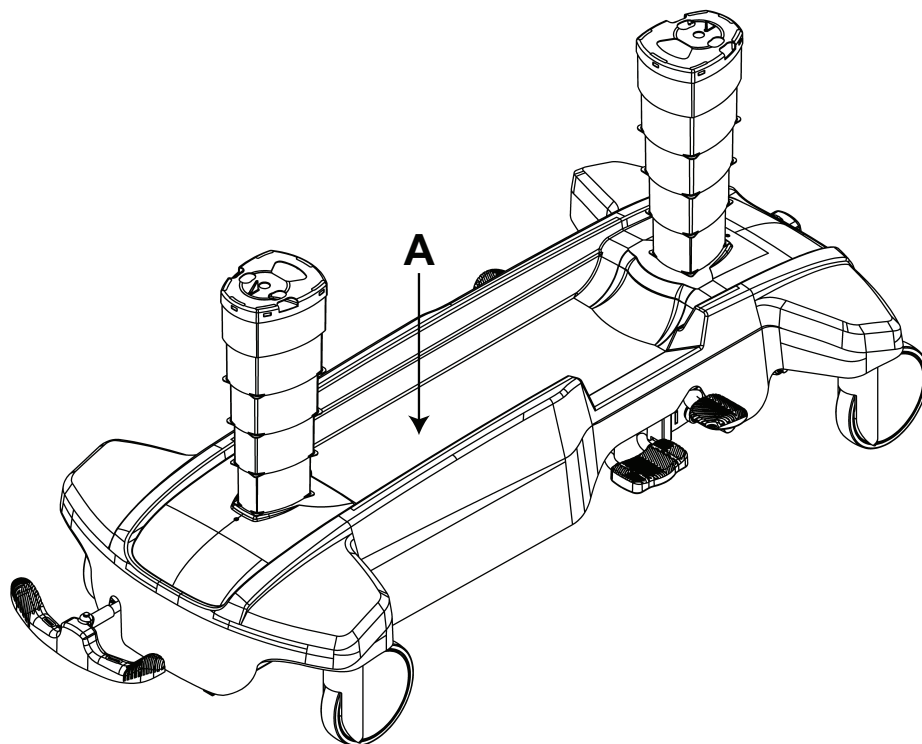

Figura 11 – Almacenamiento en la cubierta de protección de la base
Puede almacenar las pertenencias del paciente en la cubierta de protección de la base (A) (Figura 11).